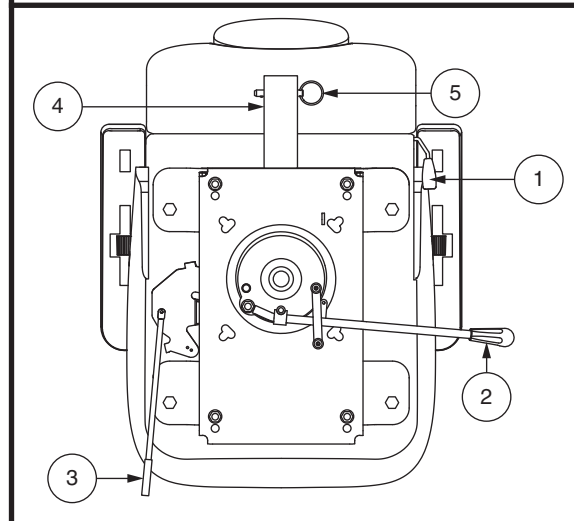

Figura 19. Regolazioni del sedile
Se il veicolo è dotato di uno schienale reclinabile, per regolare il sedile reclinabile del veicolo, osservare questi passaggi. **Vedere figura 19**
1. Tirare verso l'esterno la leva di scorrimento del sedile. **Vedere figura 19.**
1. Tirare verso l'esterno la leva scorrimento sedile (situata sul lato inferiore sinistro del sedile). **Vedere figura 19.**
L'inclinazione del bracciolo dello veicolo è regolabile verso il basso o verso l'alto ruotando regolazione del bracciolo. **Vedere figura 19.** Ruotare la regolazione del bracciolo verso sinistra per abbassare l'angolazione del bracciolo o verso destra per aumentare l'angolo del bracciolo.
La staffa accessoria montata posteriormente consente di collegare un accessorio personale come un cestino, un porta-deambulatore o una bombola di ossigeno alla parte posteriore dello veicolo. Utilizzare il perno di fermo per fissare saldamente l'oggetto alla staffa accessoria. **Vedere figura 19.** Per dettagli rivolgersi al fornitore autorizzato.
1. Inserire il gancio metallico del lato destro della cintura nella chiusura di plastica al lato opposto spingendo fino a sentire un “click” Vedere figura 19.